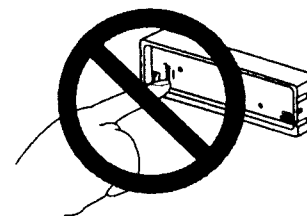
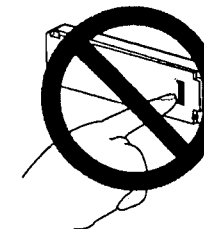

Рис. 22
Рис. 23
- Не касайтесь руками контактов на передней панели или на монтажном основании, поскольку это может стать причиной плохого электрического контакта. При попадании на контакты пыли или других посторонних веществ, протрите их чистой сухой ветошью. (Рис. 22) (Рис. 23)